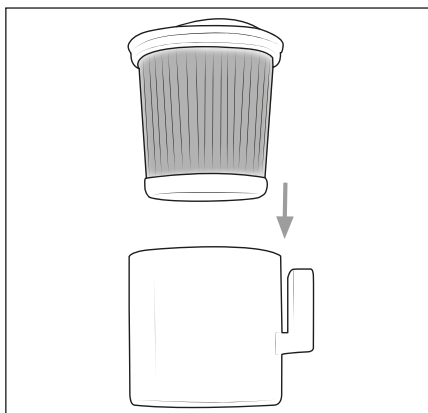

Abb. 20
- 7) Setzen Sie den HEPA-Filter **4** in den HEPA-Filterbehälter **5** ein (siehe Abb. 20).